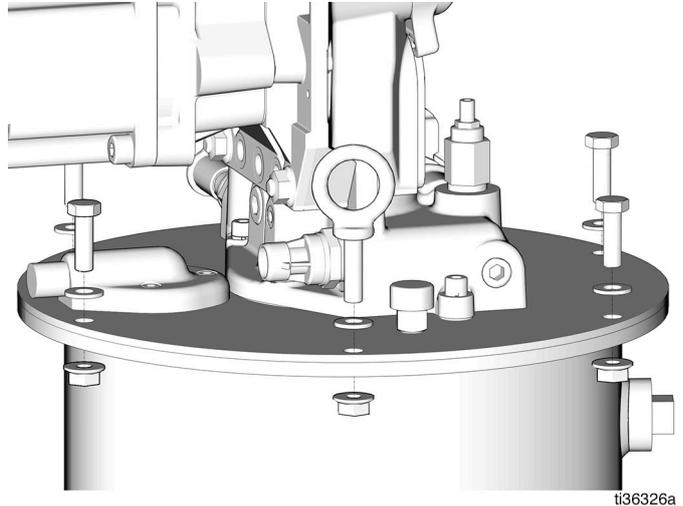

Рис. 11
3. Отсоедините гайки, болты и подъемный крюк от верхней части бака и сохраните эти компоненты (Рис. 11).